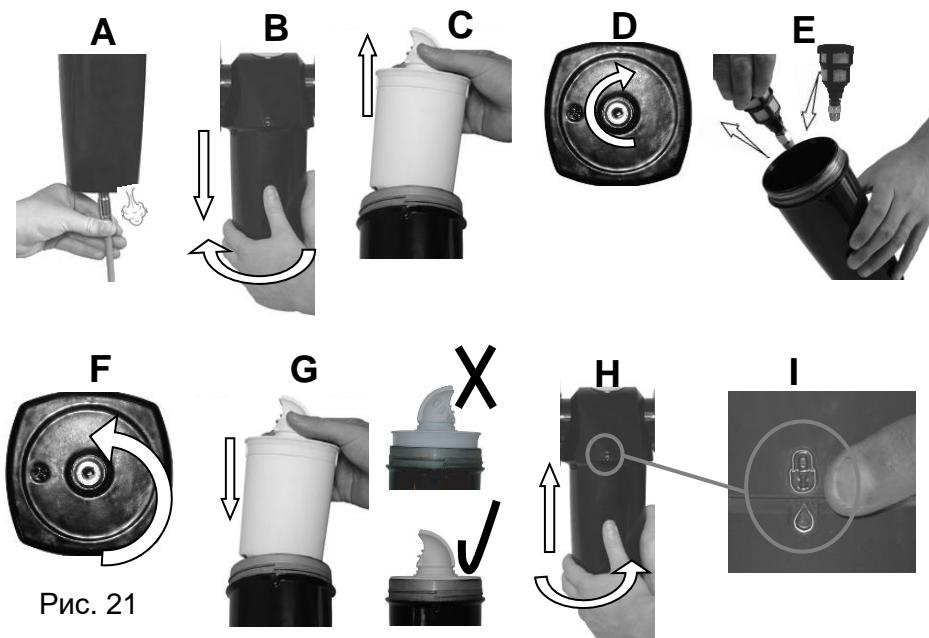

Рис. 21
(Рис. 21)
- В точке А удалите пену, 4 винта (5), шайбы (6) и снимите крышку всасывающего фильтра (7) (рис. 21).
- Удалите 2 гайки (8) на кронштейне (9) фильтра и снимите фильтр (10).
- В точке В (на боковых поверхностях (11)) удалите 2 гайки (12), шайбы (13), снимите кронштейн фильтра (14), а затем и сам фильтр (15).